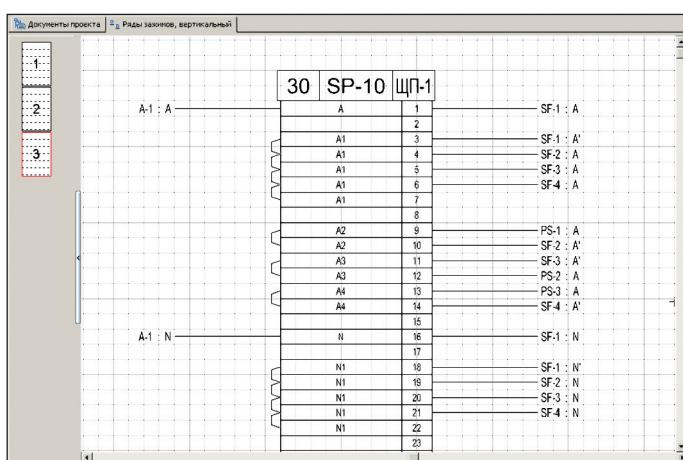

Рис. 8. Графическая форма документа. Разводка общей точки на клеммнике SP-10
- разводка общей точки (рис. 8);